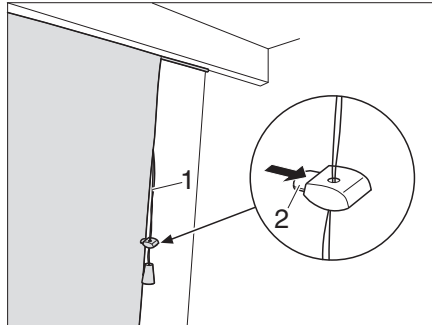

Bild 90 Raffrollo
- Kordel (Bild 90,1) nach unten ziehen. Das Rollo wird von den Bändern nach oben gezogen und gerafft.
- Klemme (Bild 90,2) am Halter drücken und Halter in gewünschte Stellung schieben.
- Klemme (Bild 90,2) am Halter drücken.